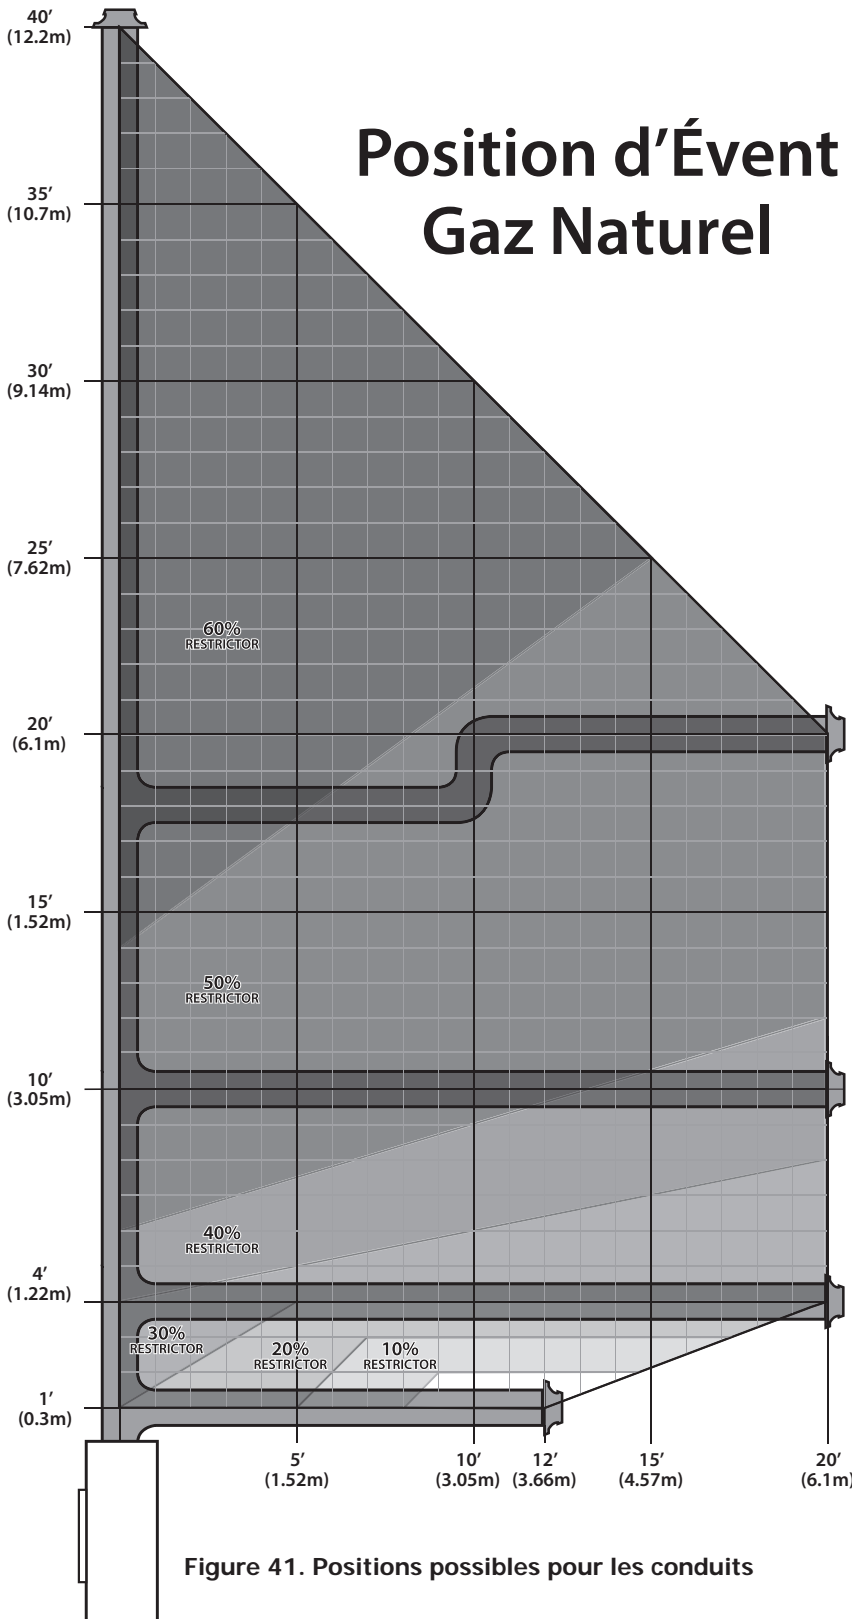
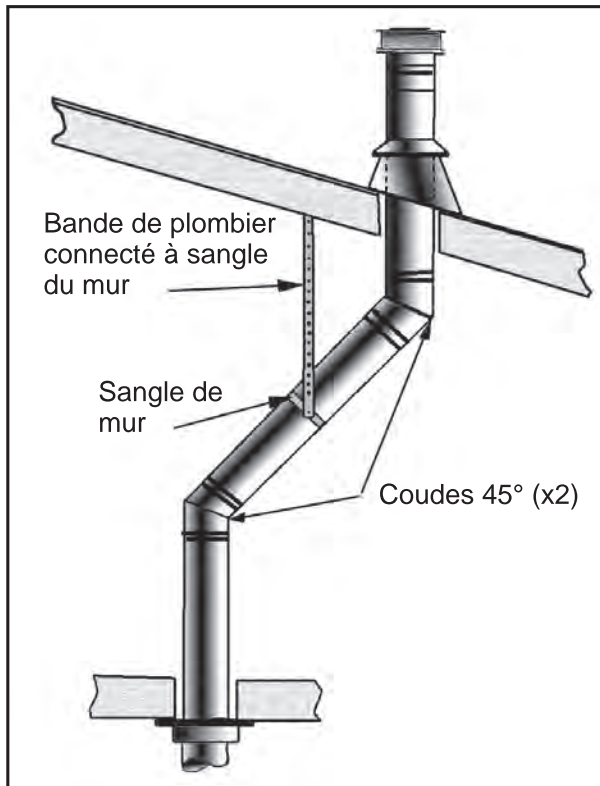

Figure 41. Positions possibles pour les conduits
Figure 48: L'utilisation des sangles murales.
La figure 41 montre la gamme d'options pour la configuration des conduits d'évacuation en utilisant soit des terminaisons horizontales, soit des terminaisons verticales ; toute configuration qui demeure dans la zone ombragée est acceptable. Avoir le moins de coudes possible est idéal car ils peuvent déranger le
- (1) Si vous devez déplacer le système d'évacuation dans le grenier pour éviter les obstacles, il est important de supporter le conduit à chaque 3 pi (914 mm) pour éviter du stress sur les coudes, ou la possibilité de séparation des joints. Des sangles de mur sont disponibles à cette fin (voir la Figure 48).
- (2) Quand possible, utilisez des coudes de 45° au lieu de ceux de 90°. Les coudes de 45° causent moins de restriction au flux de gaz et d'air.
- (3) Pour des installations à plusieurs étages, il vous faut un coupe-feu au plafond du deuxième étage, et à toute étage subséquent (voir la figure 41). L'ouverture doit être encadrée à des dimensions de 10 po (254 mm) x 10 po (254 mm), de la même manière que démontré dans la figure 40.